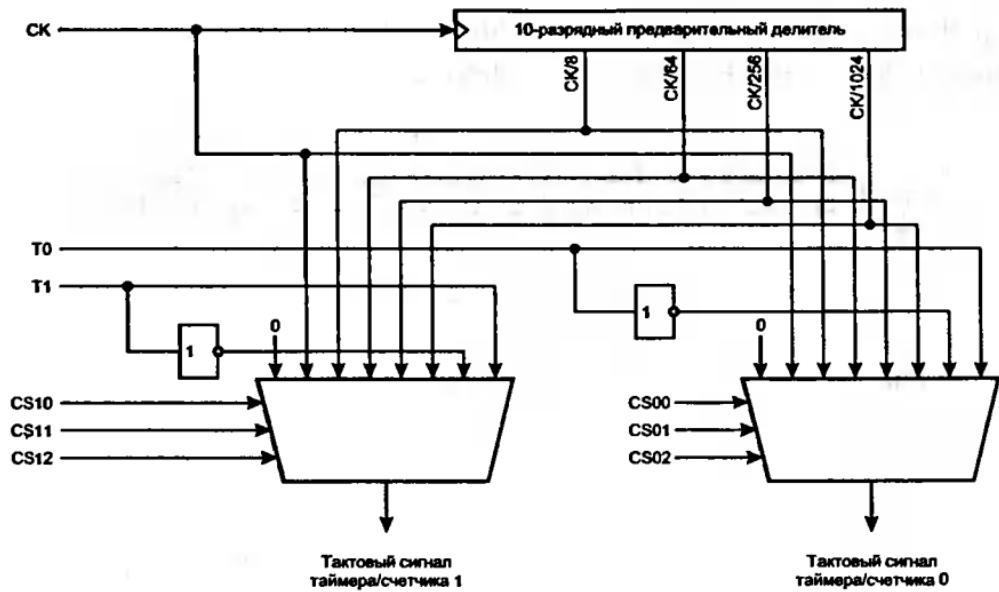

Рис. 2.25. Предварительный делитель тактовой частоты для таймеров
В качестве источника импульсов для таймеров можно выбрать сигнал тактовой частоты микроконтроллера (CK), импульсы предварительного делителя (CK/8, CK/64, CK/256 или CK/1024) или импульсы с соответствующего внешнего вывода. На рис. 2.25 изображена структурная схема предварительного делителя частоты.